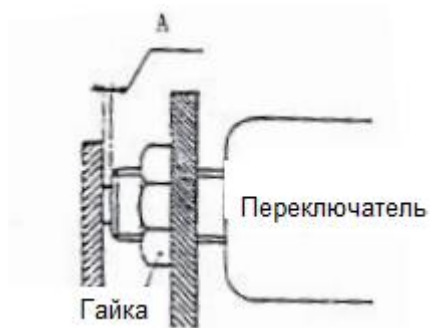

Рис. 2-6 Регулировка датчика
- (5) Регулировка датчика нажатия педали, см. Рис. 2-6.
- (D) Убедитесь, что стоп-сигналы погрузчика загораются при нажатии педали.